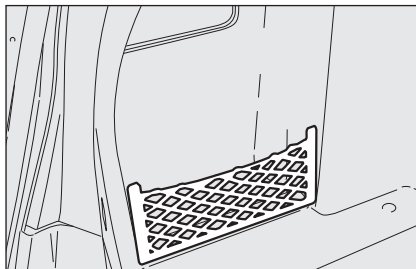

fig. 14
- **fig. 14** - version without side lid